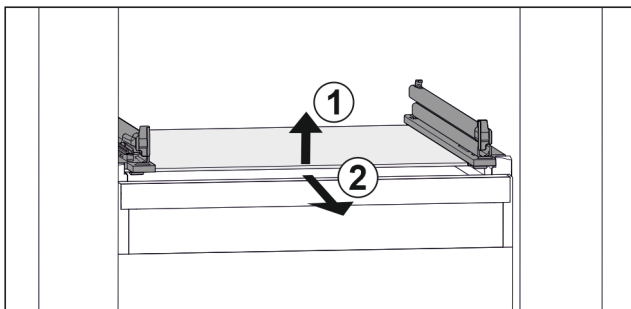

Fig. 45 Приблизне відображення скляної пластини
- Підняти скляну пластину спереду. Fig. 45 (1)
- Вийняти скляну пластину рухом вперед. Fig. 45 (2)